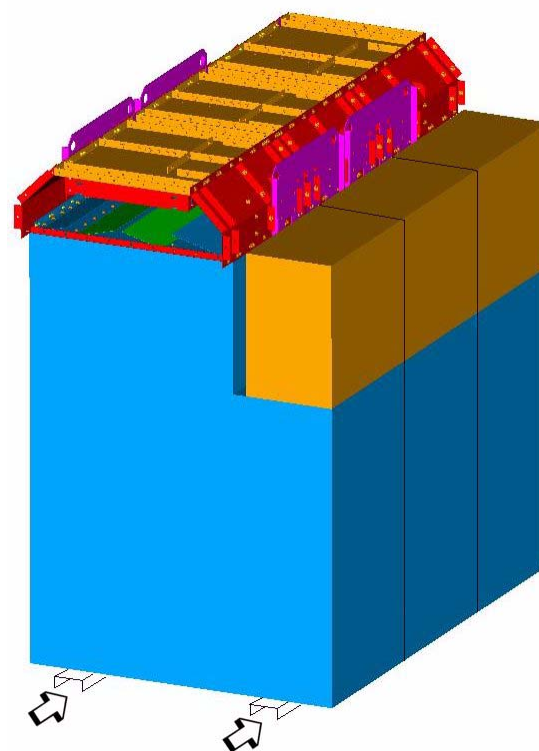

Рис. 17. Погрузка 3-панельного транспортного модуля с помощью домкратов
- ⇒ Установите 4 домкрата по всем углам стальных прутков и осторожно поднимите транспортный модуль “Рис. 17. “Погрузка 3-панельного транспортного модуля с помощью домкратов” на стр. 31.